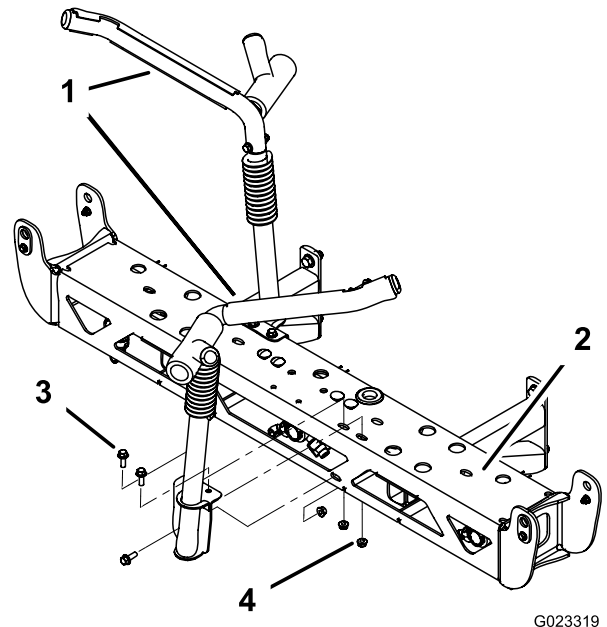

Figura 12
1. Montate i supporti delle barre per il trasferimento al gruppo barra centrale con 6 bulloni (3/8 x 1-1/4 poll.) e 6 dadi di bloccaggio (3/8 poll.) come indicato nella Figura 12.